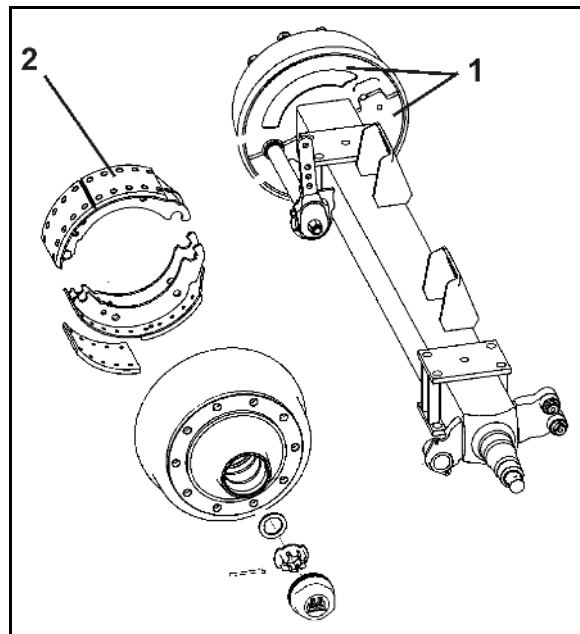

図 135
1. ブレーキドラム内側の両カバーシート（図 135/1）を回して取り外します。
侵入した汚れはブレーキライニング（図 135/2）で堆積し、これによりブレーキ性能が大幅に低下する恐れがあります。